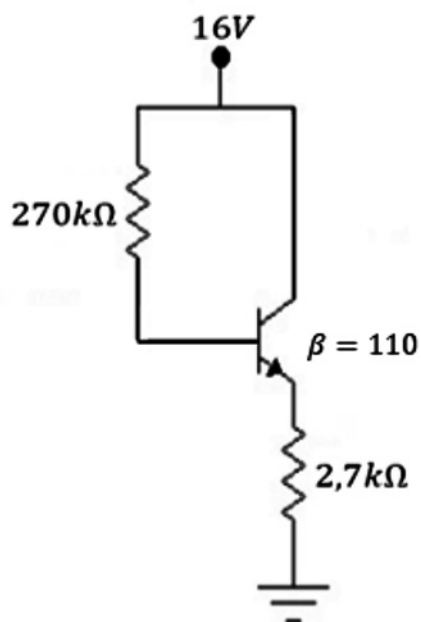

Figura 6.74 Ejercicio de aplicación. Fuente: Elaboración propia
d) En el circuito de la figura 6.74, se pide hallar: Z_i , Z_o , A_v , A_i .